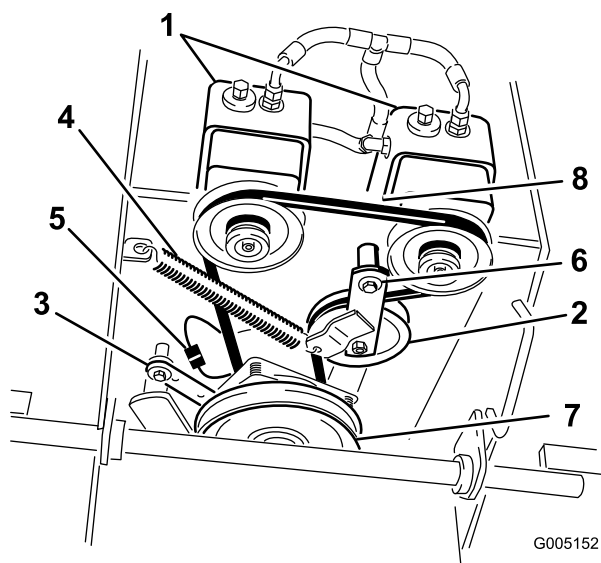

Figure 42
6. Détachez le dispositif de retenue de l'embrayage du plancher moteur (Figure 42).
7. Décrochez le ressort de tension du bâti (Figure 42).
9. Placez le ressort de tension entre le bras de la poulie de tension et la patte du bâti (Figure 42).
10. Reposez le dispositif de retenue de l'embrayage sur le plancher moteur (Figure 42).